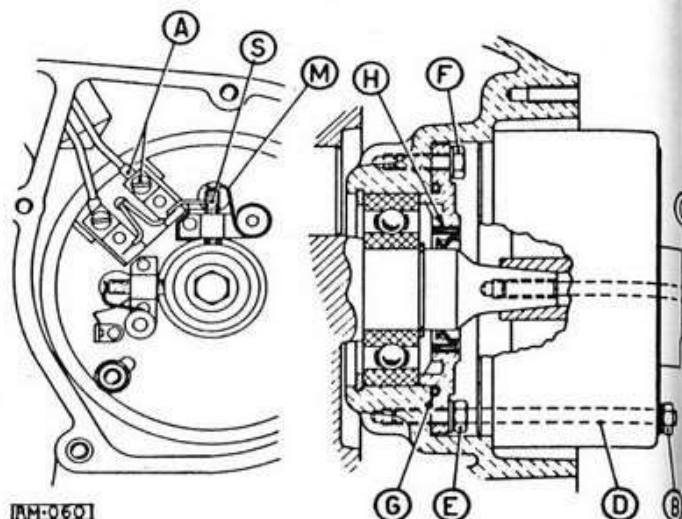

Fig. 60 - Dinamo
Staccare dai morsetti della dinamo i due cavetti (A); sollevare le spazzole (S) in modo che le molle di pressione (M) vengano ad appoggiare sui loro fianchi e le tengano ferme in tale posizione. Sfilare la carcassa, dopo aver svitato i dadi (B) dei due prigionieri di fissaggio.(fig. 60)